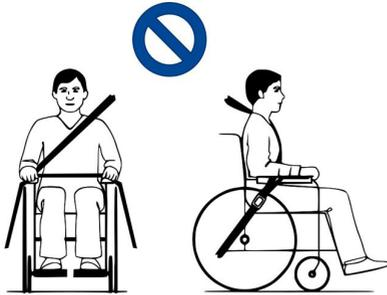

Figure 3
6. Assurez-vous que les ceintures ne sont pas tordues ou maintenues éloignées du corps comme illustré à la figure 3.